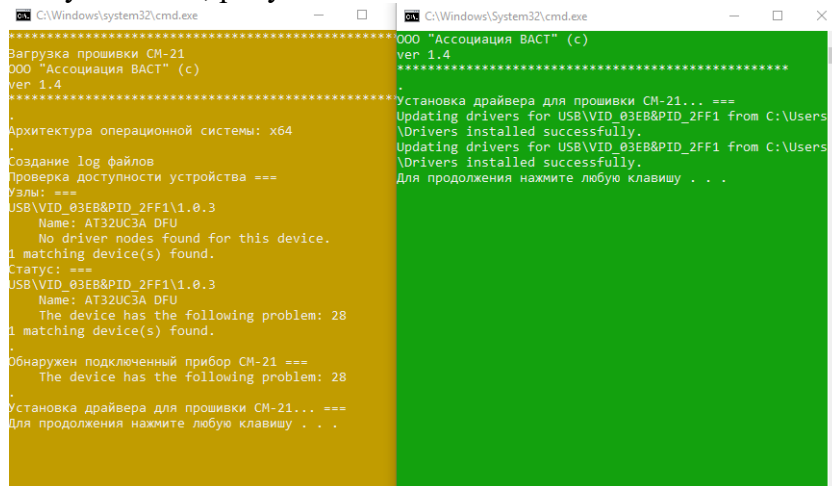

Рисунок 53
3. В процессе установки в диалоговом окне выводится информация о выполняемых процессах и сообщения пользователю о необходимых действиях для продолжения установки, рисунок 53.